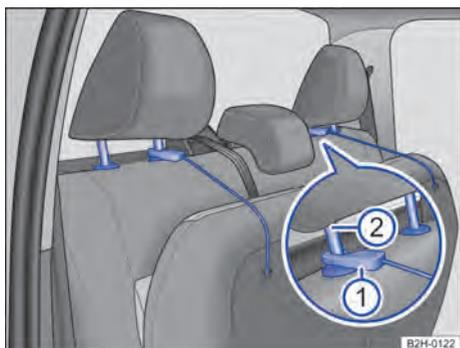

Fig. 60 Banco traseiro: fixar a superfície do banco nos apoios para cabeça.
Legenda para Fig. 60:
- Se necessário, empurrar o apoio para cabeça para cima e enganchar a cinta de fixação → Fig. 60  .